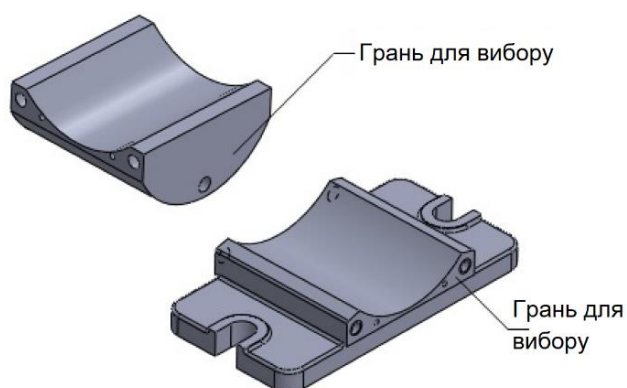
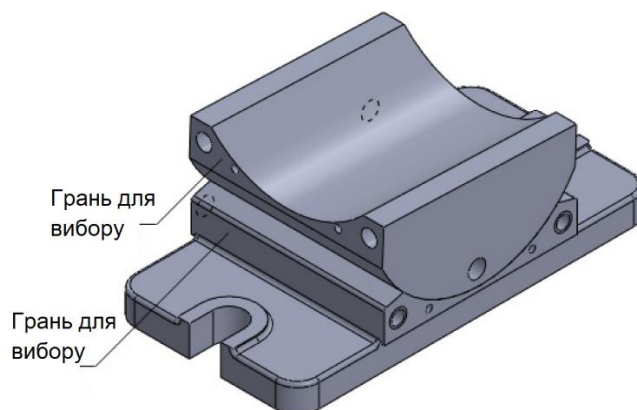

Рисунок 8.25 – Грані для вибору
Рисунок 8.26 – Грані для вибору
7. Застосуйте з'єднання співпадіння (**Coincident**) між правими площинами компонентів *Saddle* та *Center Member* (див. рис. 8.25). Аналогічно, застосуйте з'єднання співпадіння між передніми площинами компонентів (рис. 8.26).